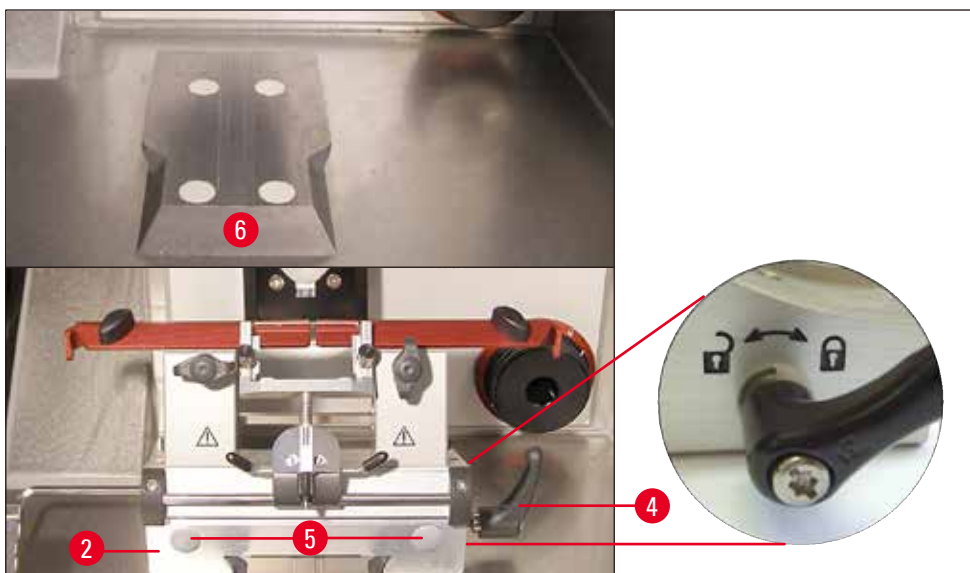

图 21
- 将刀架底座 (→ 图 21-2) 从正面推入楔形棒头导轨 (→ 图 21-6)，用锁杆 (→ 图 21-4) 紧固。顺时针 (朝向闭锁符号) 移动刀架底座右侧的锁杆 (详情请参见 (→ 图 21))。若要移动底座，只能稍稍打开锁杆，以防意外滑向样品头！逆时针 (朝向开锁符号) 移动刀架底座右侧的锁杆 (详情请参见 (→ 图 21))。